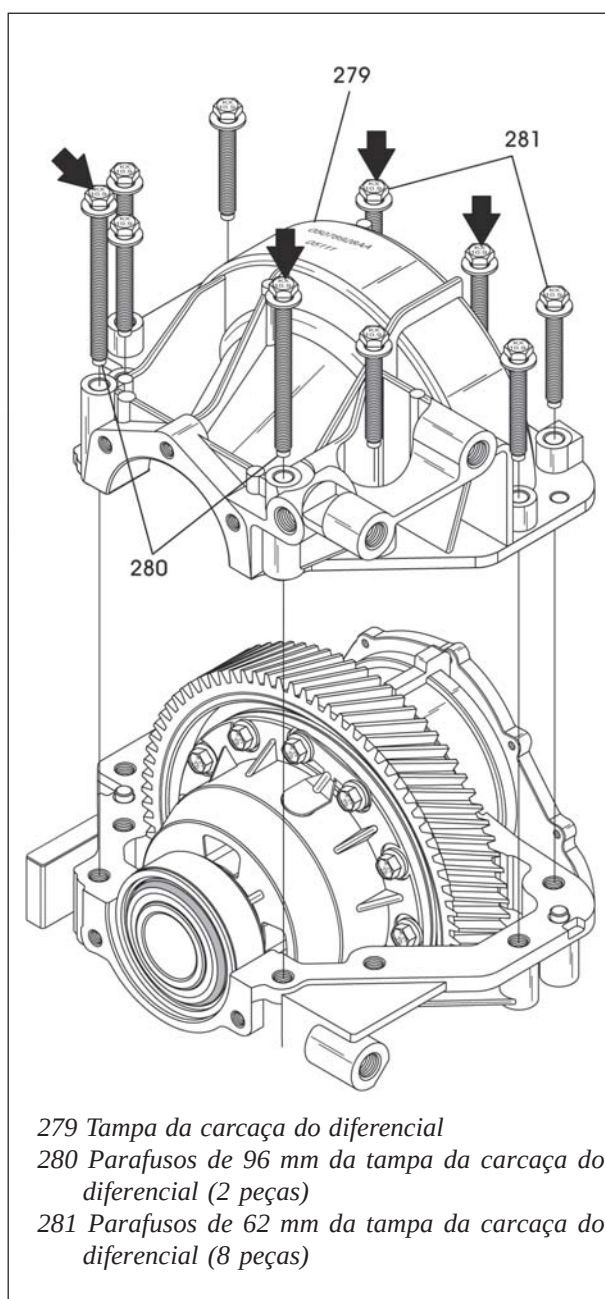

Figura 101
29. Instale a tampa da carcaça do diferencial e seus parafusos em suas corretas posições, conforme mostra a figura 101.
Quatro dos 10 parafusos, marcados com setas na figura 101, são instalados com trava química Loc-tite® 290 nas roscas.